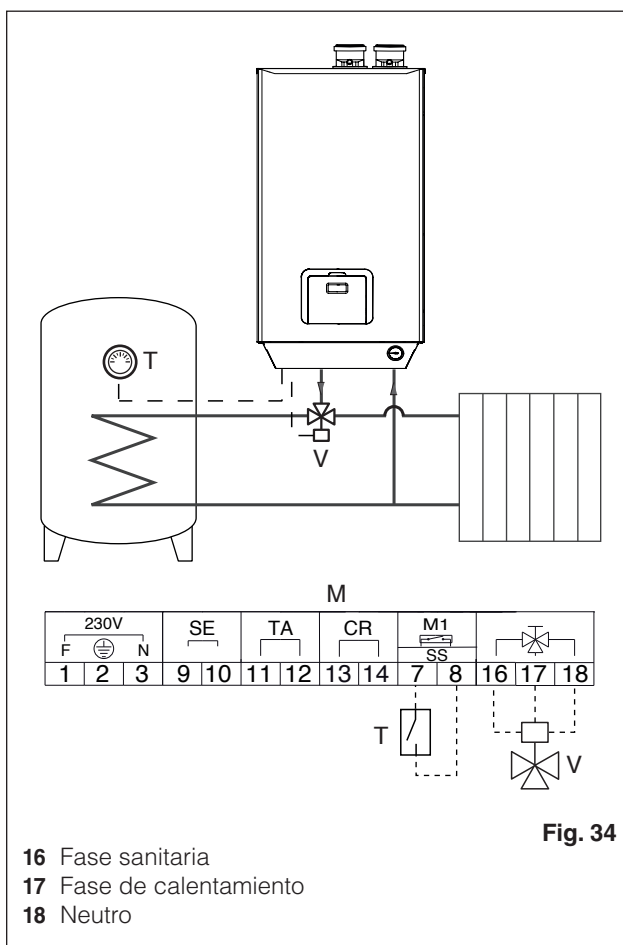

Fig. 34
- Realizar el circuito hidráulico representado en Fig. 34
- Conectar eléctricamente la válvula de desvío (V) a los contactos 16, 17 y 18 de la regleta de conexión de la caldera (M)
- Conectar los contactos del termostato de regulación del calentador (T) a los contactos 7 y 8 de la regleta de conexión de la caldera (M)